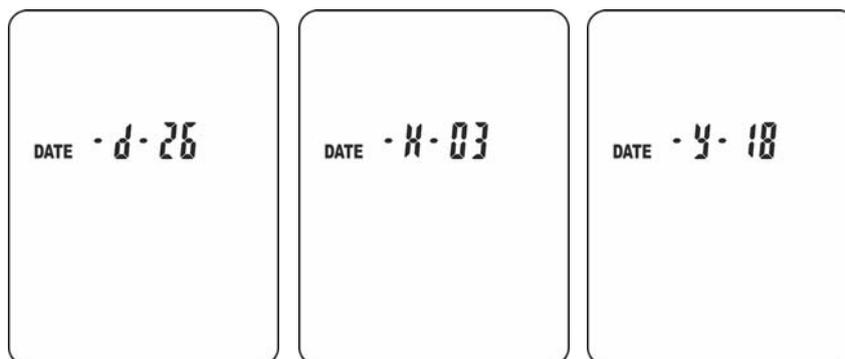

Fig. 4: Configuración fecha de sistema
6. Pulse la tecla **SET** para avanzar a la programación de la Fecha. La pantalla de Fig. 4 – parte izquierda se muestra en el visualizador
7. Pulse la tecla **LEV** para configurar el valor del Día y la tecla **SET** para avanzar (ver Fig. 4 – parte central)
8. Pulse la tecla **LEV** para configurar el valor del Mes y la tecla **SET** para avanzar (ver Fig. 4 – parte derecha)